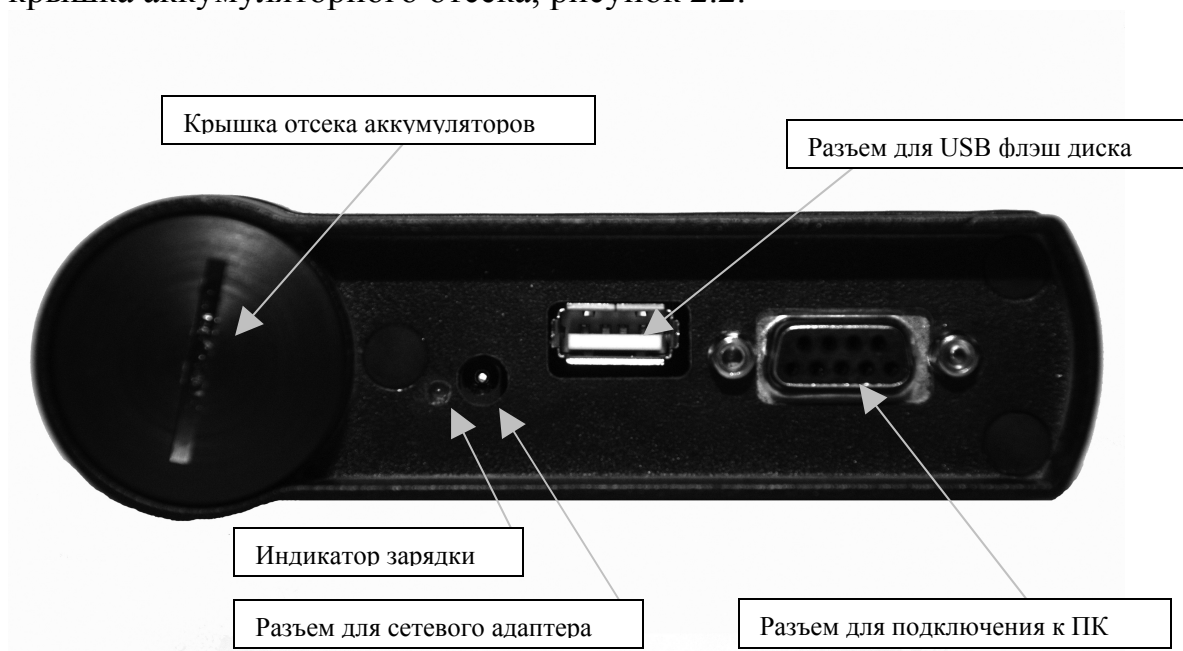

Рисунок 2.2. Нижний фланец прибора
2.2. БИ собран в корпусе из металла. В направляющих полозьях корпуса БИ располагаются плата аналоговая (ПА) и плата цифровой обработки (ПЦ). Кассета с аккумуляторами расположена в отдельном отсеке корпуса БИ. На ПА размещены усилитель (У) с переключаемым коэффициентом усиления, АЦП, блоки питания. На ПЦ размещены цифровой сигнальный процессор (ЦСП), программируемая логическая матрица (ПЛМ), энергонезависимая память и часы реального времени. На нижней торцевой стенке БИ расположены: разъем для подключения к персональному компьютеру (ПК), разъем для подключения сетевого адаптера с контрольным светодиодом, разъем для подключения внешнего USB флэш диска, крышка аккумуляторного отсека, рисунок 2.2.